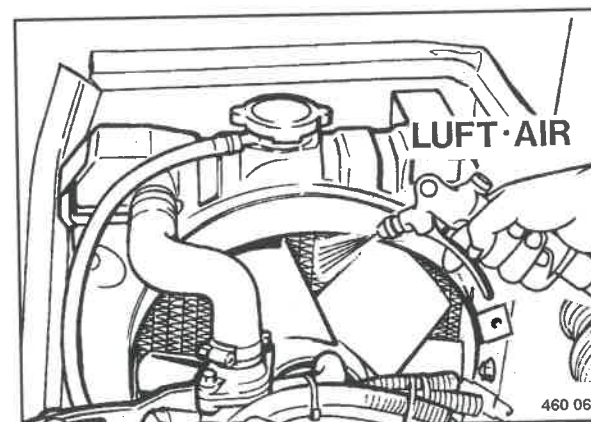

Fig. 115
- Soffiare il radiatore del liquido refrigerante (Fig. 115) con aria compressa iniziando dal lato dell'aria viziata.